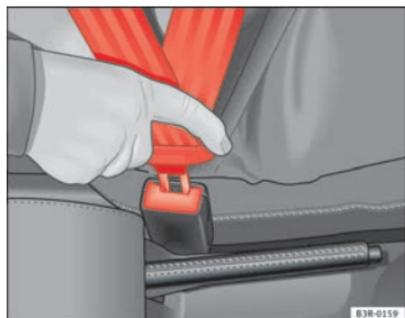

Fig. 11 Fecho e lingueta do cinto de segurança
- Introduza a lingueta no fecho do respectivo banco, até que encaixe ⇒ fig. 11.